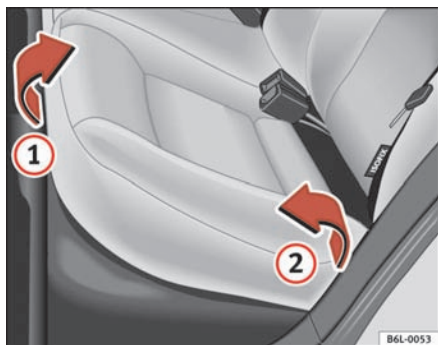
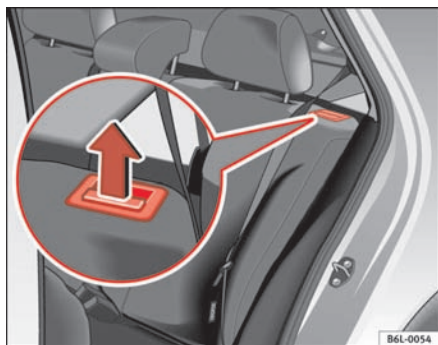

Fig. 69 Sådan løftes bagsædets sædehynde.
Fig. 70 Udløserknap på bagsæderyglænet
- Tag fat i sædepolstringens forside ⇒ fig. 69 ①, og træk den opad i pilens retning.
- Løft sædepolstringen ② fremad i pilens retning.
- Træk udløserknappen ⇒ fig. 70 i pilens retning, og klap ryglænet frem.